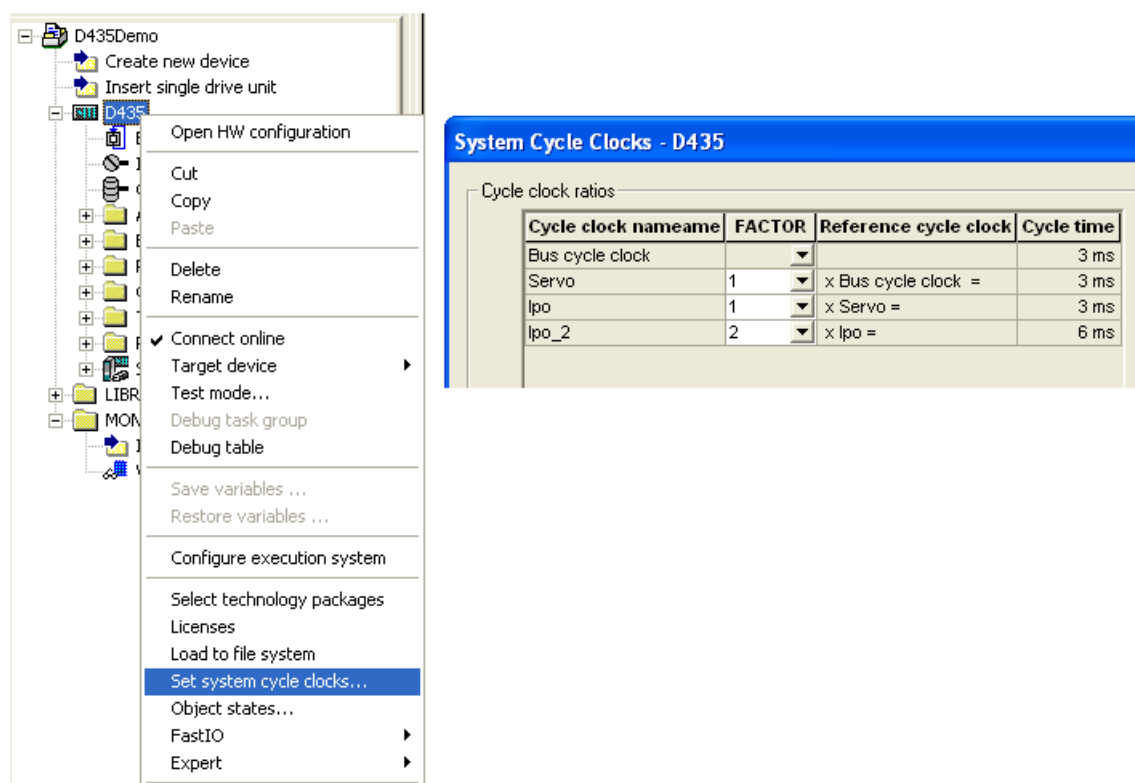

图 3.6 设置系统时钟周期
- DP 通讯周期、Servo 执行周期以及 IPO 执行周期存在一定的比例，且以 DP 通讯周期为最小时间单位，称为 DP Cycle。可以通过右键点击设备名称 D435 选择“Set system cycle clocks...”来设置它们之间的比例。如图 3.6 所示。